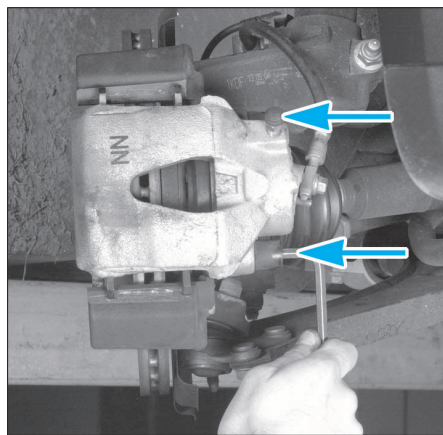

FIG. 4
- Déposer les vis de colonnette de l'étrier (Fig.4).